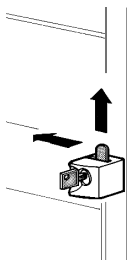

Bild 5
- 4 - Mit dem mitgelieferten Schlüssel kann die Fronttür des Gerätes abgeschlossen werden (Bild 5).